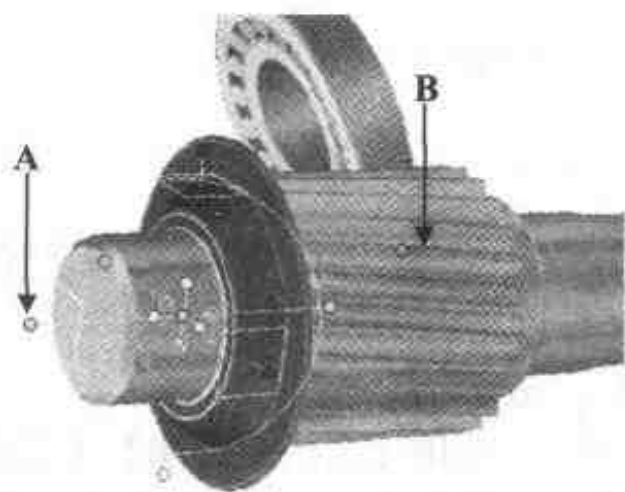

图 3.127 重新定位三维球
- (6) 单击【无约束装配】工具按钮, 关闭无约束装配操作, 打开【三维球】。
- (7) 按空格键后单击如图 3.127 所示的手柄(A), 单独移动三维球, 右击中心手柄, 选择【到点】命令, 然后单击如图 3.127 所示的齿轮中点(B)。